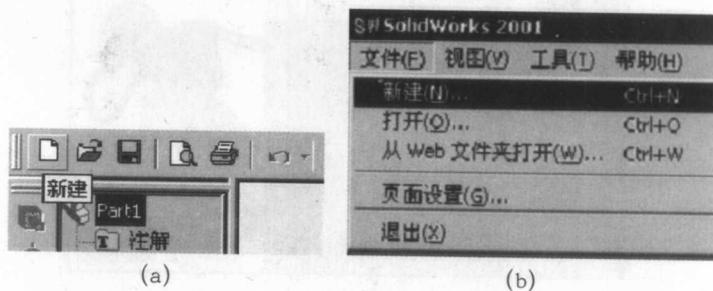

图1.4
(1) 单击工具栏里的“新建”，如图 1.4(a) 所示；或选择“文件”菜单中的“新建”命令，如图 1.4(b) 所示。